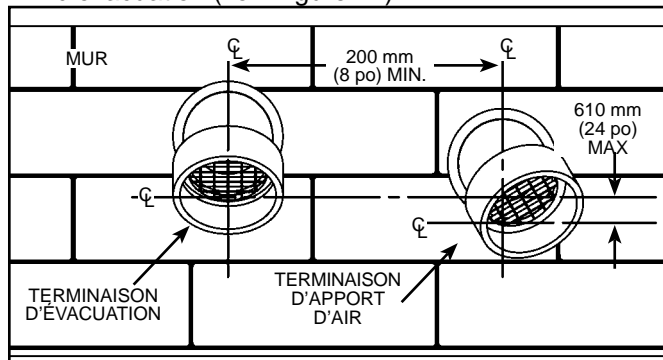

Figure 22.
Important: veuillez suivre les directives qui suivent pour l'installation des terminaisons de ventilation à travers un mur (voir Figure 22).
4. Afin d'éviter la recirculation des gaz d'évacuation, la terminaison d'apport d'air doit pointer dans une direction différente de celle de la terminaison d'évacuation (voir Figure 22).